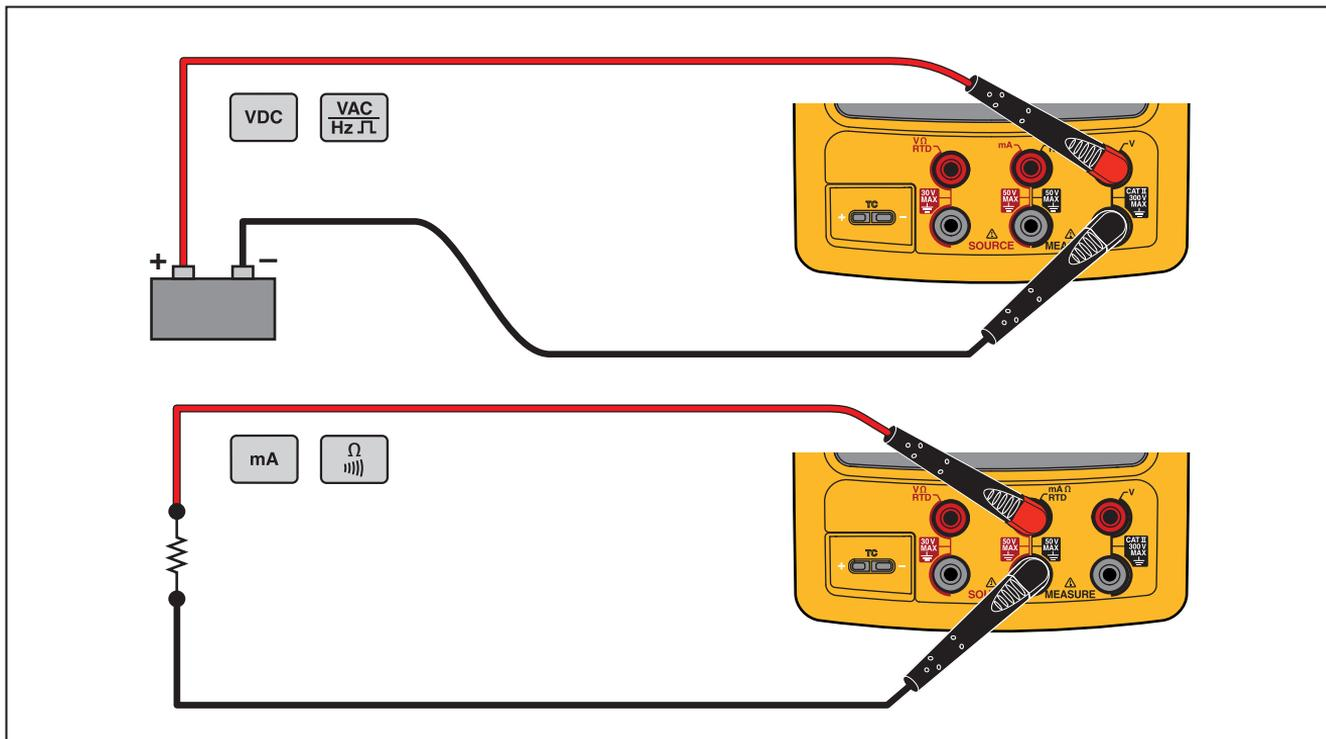

Figure 12. Connexions pour mesures électriques
4. Branchez l'appareil au circuit contrôlé. Voir la Figure 12.